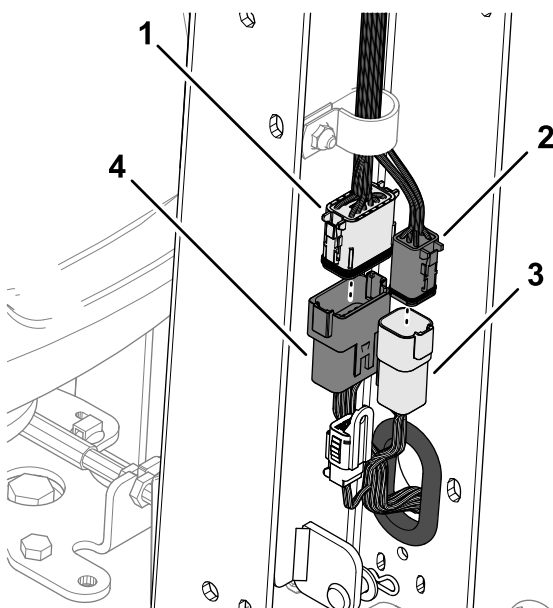

Рисунок 9
2. Вставьте 12-штыревой разъем жгута проводов машины в 12-гнездовой разъем жгута проводов рукоятки управления (Рисунок 9).